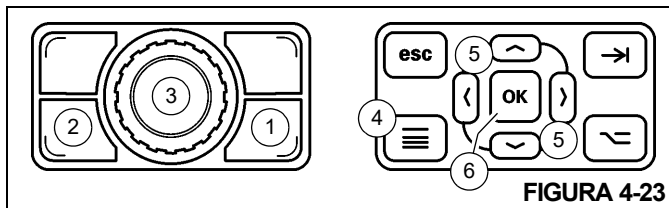

FIGURA 4-23
- Oprima el botón de cambio de pantalla (1, Figura 4-23) en el cuadrante selector para seleccionar el control de pantalla del ODM.
- Oprima el botón de menú (4, Figura 4-23) en el panel de control de navegación en el ODM para ir a la vista de menús.